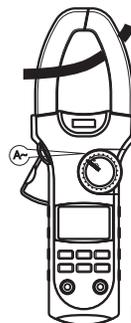

图 11
- ① 关断待测量导体的电流;
- ② 按住扳机打开钳头,将钳头夹取待测导体,然后缓慢地放开扳机,直到钳头完全闭合,请确定待测导体是否被夹取在钳头的中央,未置于钳头中心位置会产生±1.0%读数附加误差;
- ③ 按ZERO键使显示归零;(待读数稳定在最小值状态,按ZERO键清零)
- ④ 开启待测量导体的电流,读取钳表稳定后的数值。
- ⑤ 如此测量的结果将可得到更准确的直流电流读数。
9. 交流电流测量 (A~) (见图11)